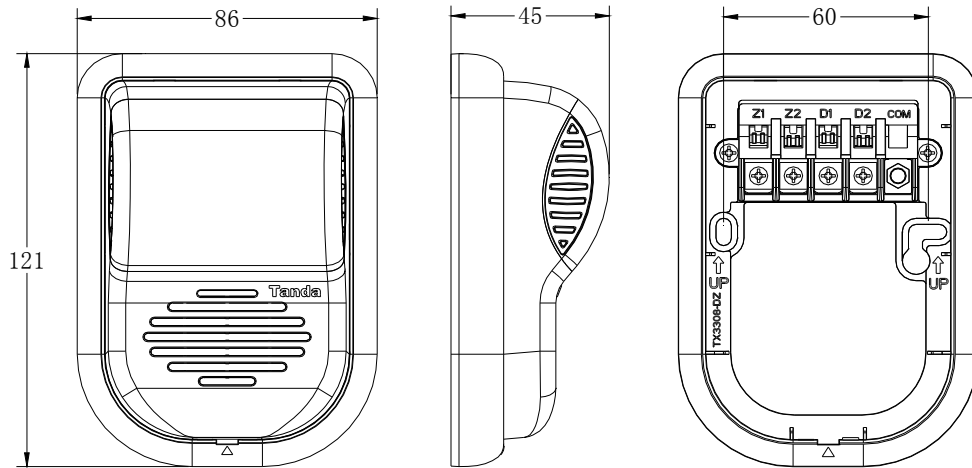

图 1 外形尺寸及安装尺寸示意图
1. 声光警报器的外形尺寸及安装尺寸如图 1 所示（单位：mm）。